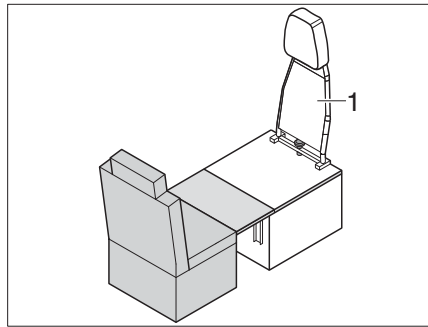

Bild 194 Umbau Fahrbetrieb - Schlafbetrieb
- Rückenlehne (Bild 194,1) von Einzelsitz abbauen (siehe Kapitel 7.17.8).